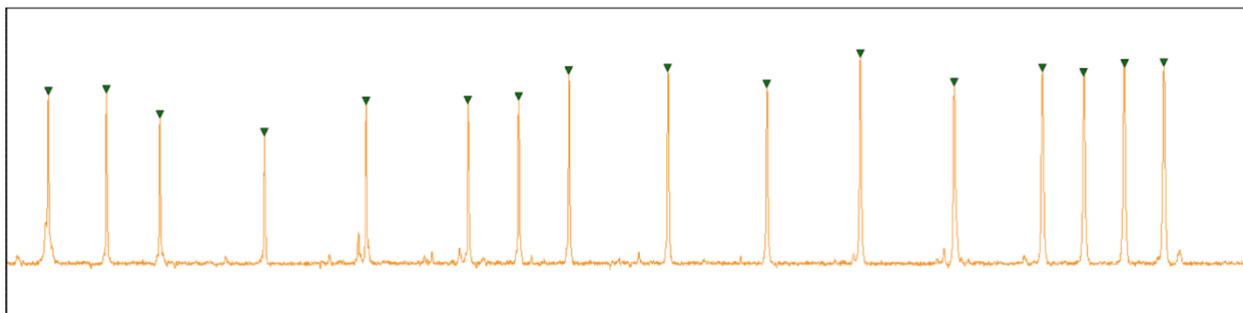

Рисунок 23
4. Верхний график – это виртуальный размерный стандарт, построенный программой для проверки, на него нужно ориентироваться визуально. График ниже – размерный стандарт выбранного образца. Нужно убедиться, что паттерн подписанных пиков нижнего графика совпадает с паттерном пиков верхнего графика. Подписанные пики имеют зеленые треугольники на вершинах (рисунок 23).